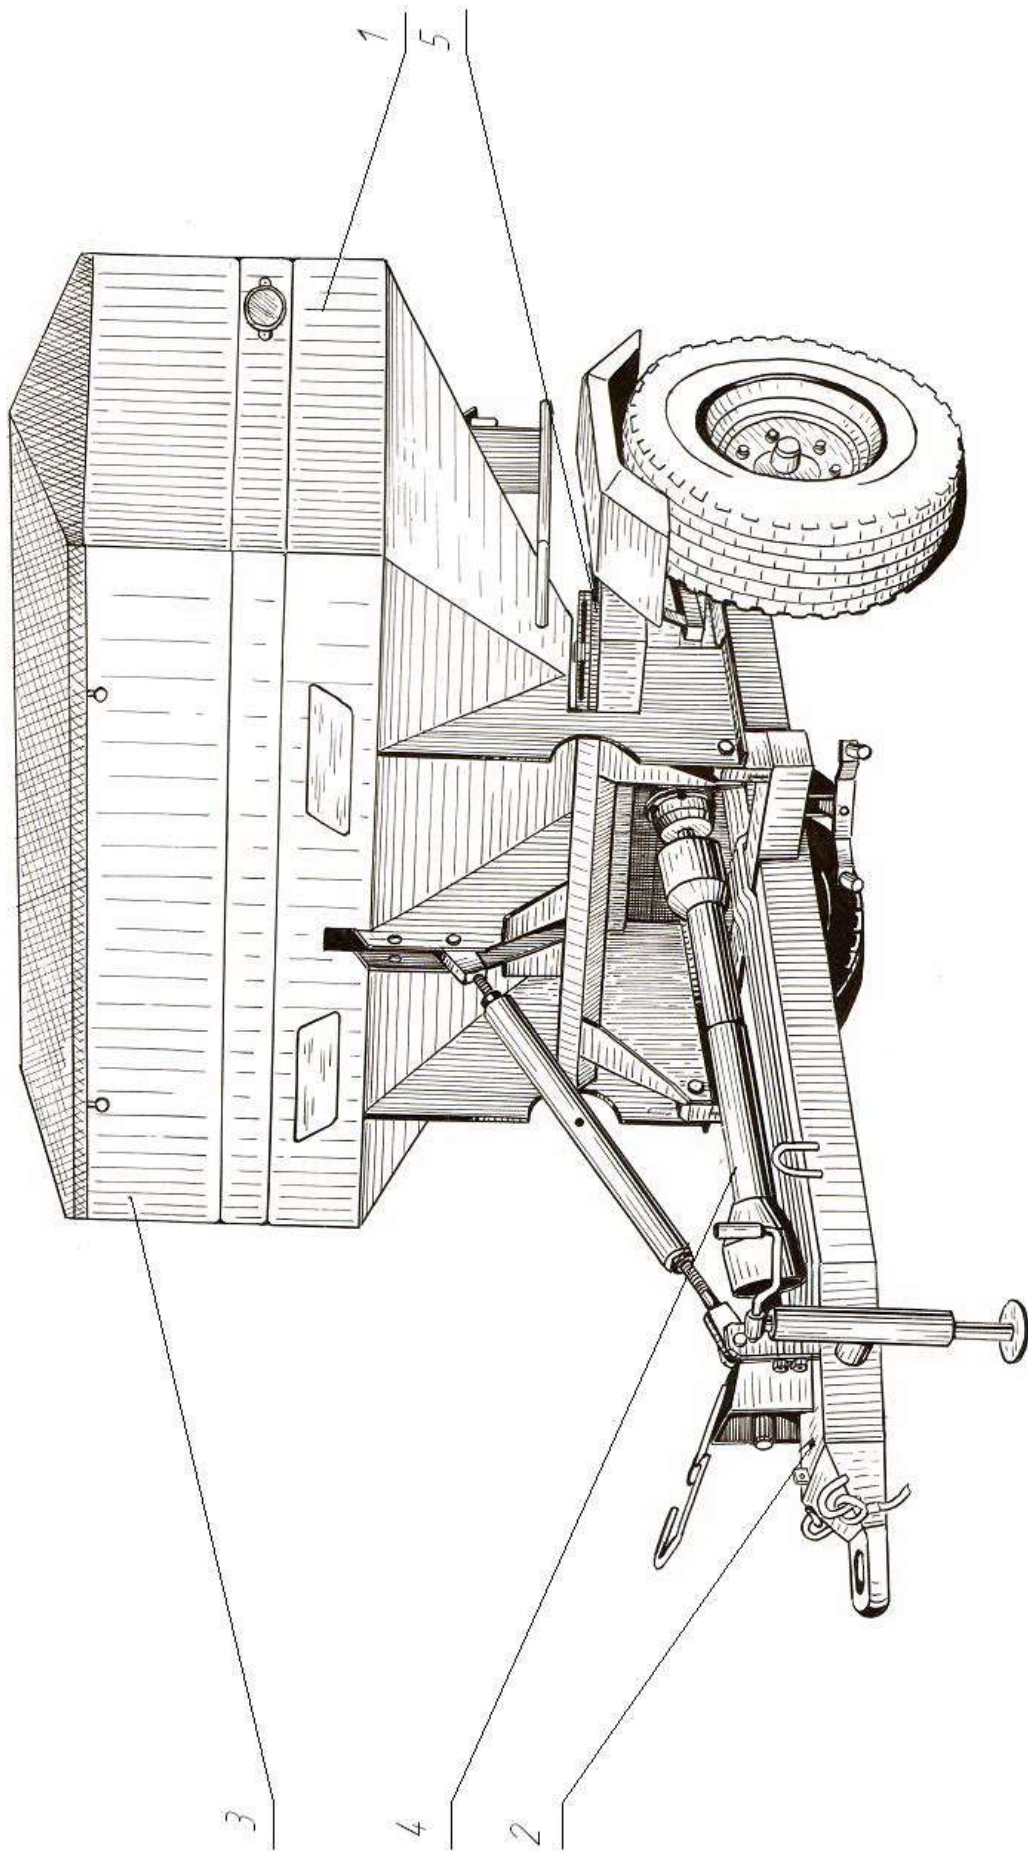

Рисунок 2 – Рассеиватель РУ-3000
Основными составными частями рассеивателя РУ-3000 являются: рассеиватель РУ-1600 1 (рисунок 2), шасси на колёсах 2, надставка 3, карданная передача 4 и стремянка 5.
2.7 Шасси 2 (рисунок 2) является несущим элементом конструкции рассеивателя РУ-3000. Состоит из сварной рамы, двух колёсных узлов (левого и правого), позволяющих установку колеи в размер 1800 или 2100 мм, тормозных систем (основной - пневматической и стояночной - ручной с винтовым приводом), опоры промежуточной соединения двух карданных передач, тяги фиксации и регулировки положения установленного рассеивателя и двух шарнирных опор для установки рассеивателя РУ-1600 .